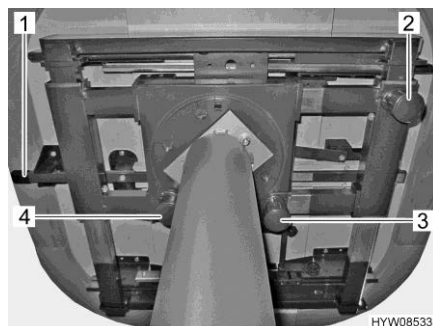
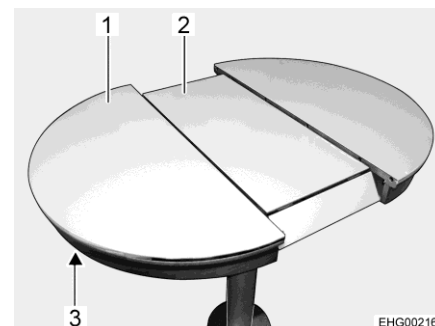

Fig. 82 Possibilités de régler la table
Fig. 83 Agrandir le plateau de table
- Tirer le bouton (Fig. 82,3) vers le bas et le maintenir ainsi.
- Tirer le bouton (Fig. 82,2) vers le bas et le maintenir ainsi.
- Tirer le bouton (Fig. 82,4) du verrouillage vers le bas.
- Pousser le déverrouillage (Fig. 82,1 et Fig. 83,3) vers le haut.
- Tirer sur le plateau de table (Fig. 83,1) jusqu'à ce que la rallonge (Fig. 83,2) remonte et se trouve à hauteur du plateau de table.
- Pousser le déverrouillage (Fig. 83,3) vers le haut.
- Tirer sur le plateau de table (Fig. 83,1) jusqu'à ce que la rallonge (Fig. 83,2) soit libérée.